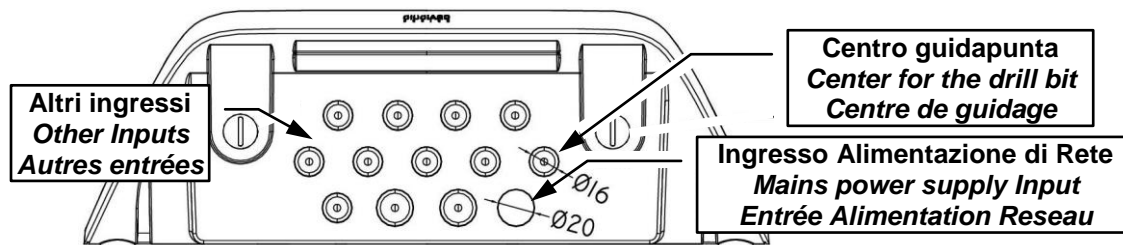
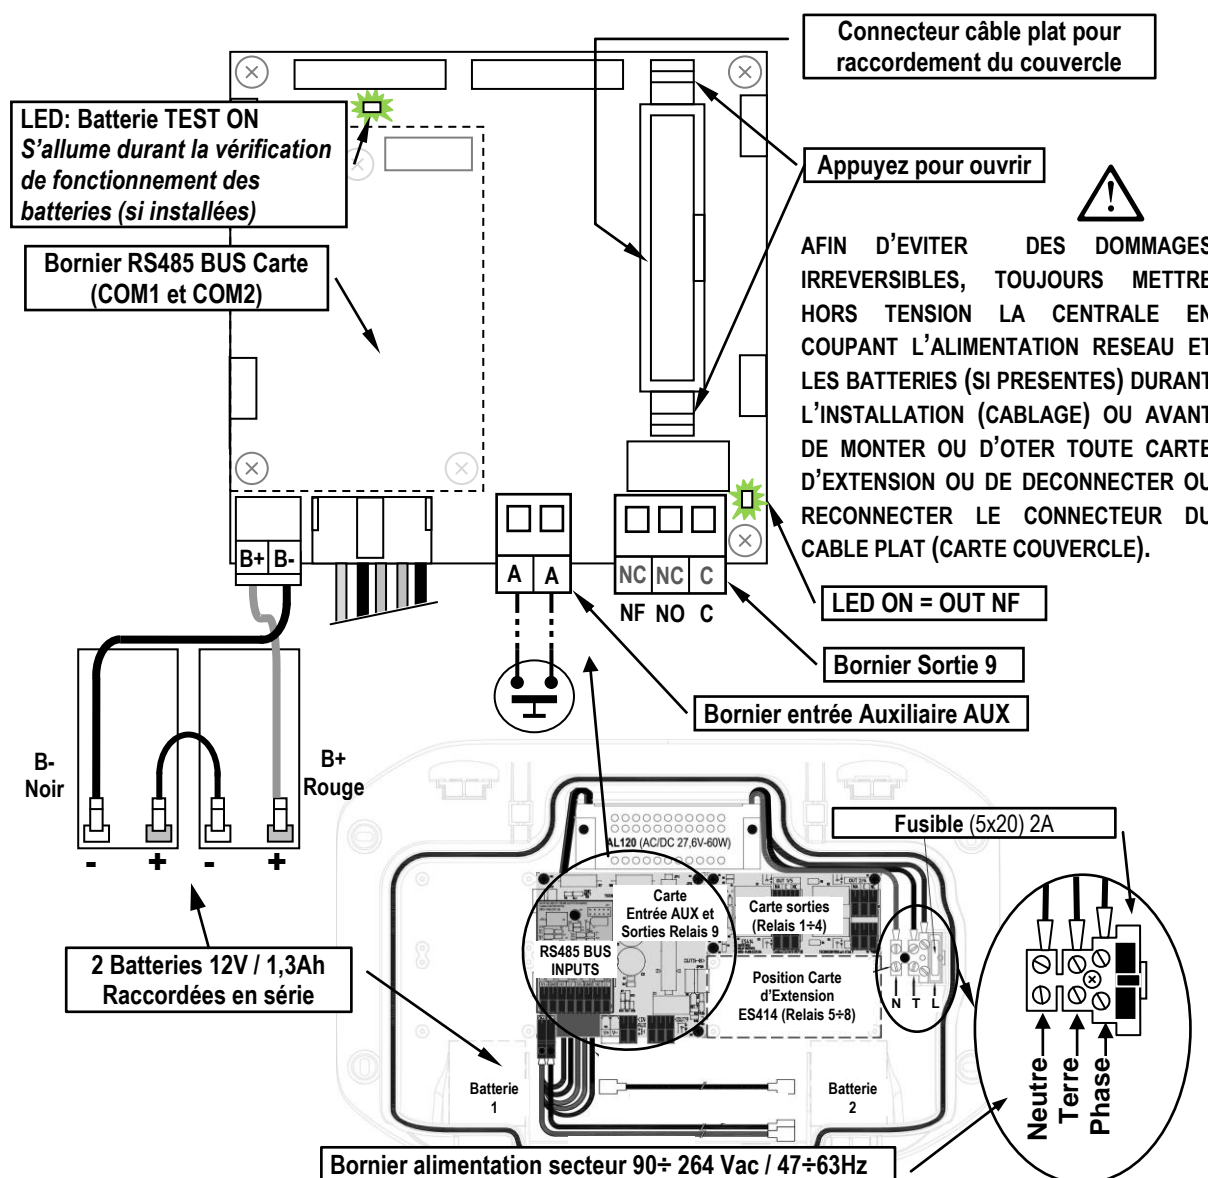

Fig.4 - Entrées pour presse-étoupes
Fig.5 – CE516P Raccordement alimentation, batterie, entrée AUX et sortie 9.
Les détails des raccordements au secteur, aux deux batteries, à l'entrée AUX et à la sortie relais R9 sont illustrés en Fig. 4. Cependant que les détails des raccordements aux sondes et aux autres sorties sont illustrés en Fig. 5.
**BATTERIES:** Pour secourir la Centrale en absence du secteur, on peut installer à l'intérieur de la centrale, **deux batteries Pb 12V/1,3Ah** raccordées en série (Fig.5). L'autonomie dépend du nombre de détecteurs alimentés par la Centrale.
**Le raccordement des sorties internes (Relais 1÷9)** s'effectue sur les cartes montées dans la base à droite. La sortie relais 9 est positionnée sur la carte centrale, voir Fig.5. Le pouvoir de coupure des contacts est de **2A (résistifs)** sous **230Vac** ou **30Vcc**.